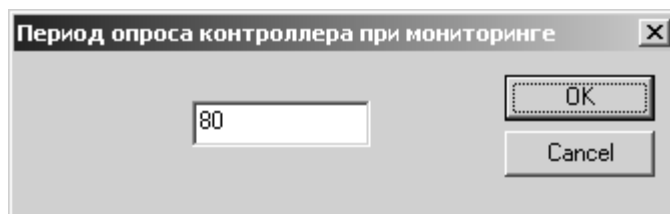

Рисунок 4.41 - Изменение периода мониторинга
- б) в окне изменения периода мониторинга (см. Рисунок 4.41) задать необходимое значение.